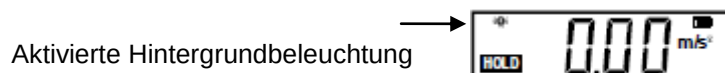

Fig. 6 (Hintergrundbeleuchtung)
6. In dunkler Umgebung kann die Hintergrundbeleuchtung eingesetzt werden. Dafür muss das Gerät zunächst ausgeschaltet sein. Um es einzuschalten muss zuerst die A/V/D-Taste betätigt und gehalten werden und dann muss gleichzeitig die Einschalttaste betätigt werden. Das Gerät schaltet sich nun mit hintergrundbeleuchtetem Display ein (Fig. 6).